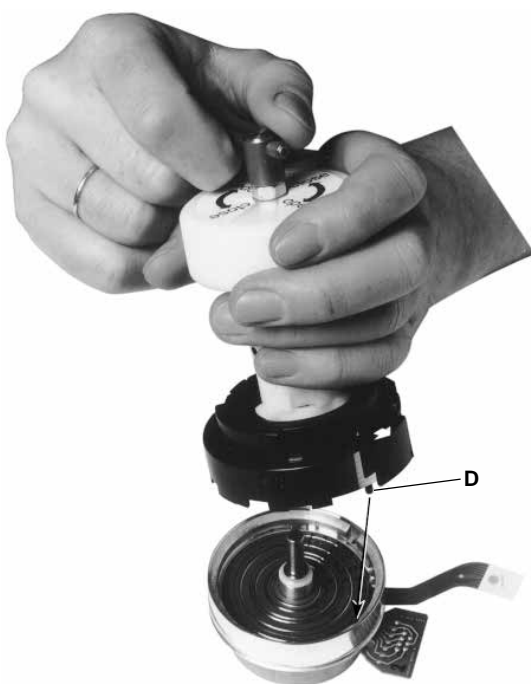

Fig. 12
- Positionner le tambour de têtes de façon que le goujon "D" du capuchon de protection s'imbrique dans l'orifice du stator. Enfoncer le tambour de têtes en son centre avec une force d'env.1N et pivoter la poignée de l'extracteur à gauche dans le sens de la flèche "CLOSE" (Fig. 12).
- Position the headwheel so that pin "D" of the protecting cap engages with the hole of the stator. Press the headwheel down in the middle with a force of 1N and turn the lever of the extractor counter clockwise in the direction of the arrow "CLOSE" (Fig. 12).